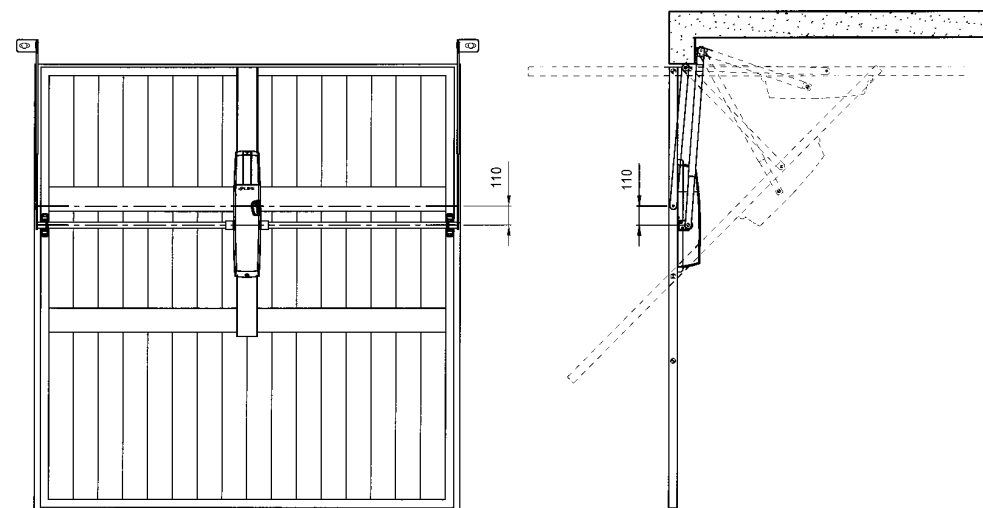

Fig. 9
#### (A) Porte basculante à tablier standard (fig. 9).